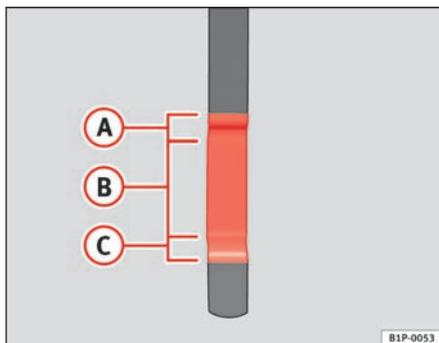

Fig. 144 Jauge d'huile-moteur
- Ensuite, retirez-la de nouveau et vérifiez le niveau d'huile ⇒ fig. 144. Faites l'appoint d'huile-moteur si nécessaire.